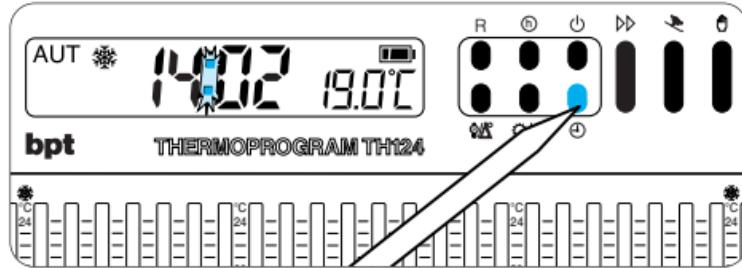

Fig. 19
5.5 - Premerere il pulsante ⌁ per terminare la procedura dell'impostazione (fig. 19).